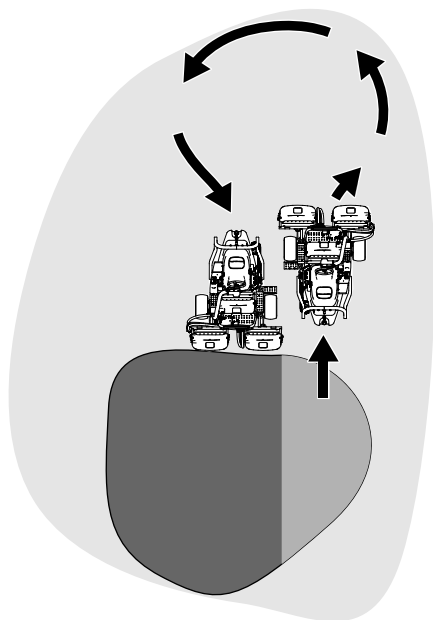

图22
6. 要缩短下一趟剪草的操作时间并方便剪出直线应轻轻朝相反方向转动机器然后再转向未剪部分。此动作是一个泪滴状的转弯图22可将机器快速对齐进行下一趟剪草。